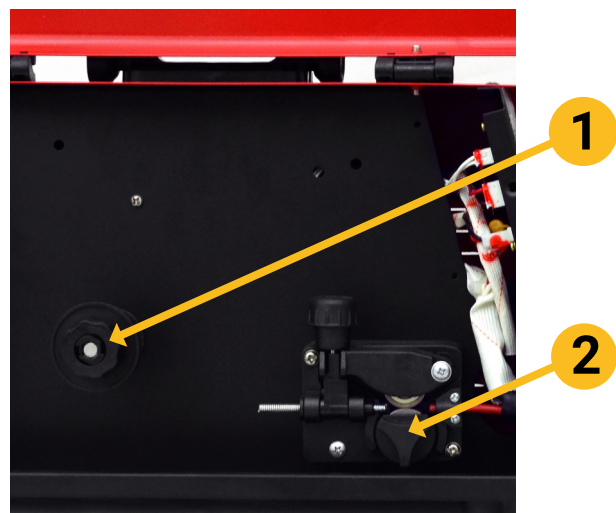

Fig. 3
- Retire a porca do eixo do alimentador, peça 1, Fig. 3, girando no sentido anti-horário.